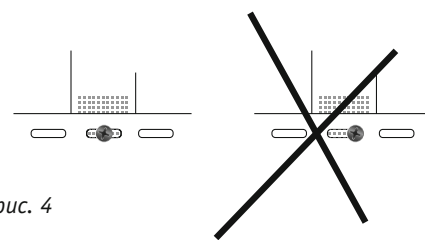

рис. 4
6. Для крепления панелей используйте шурупы, что позволит избежать появления ржавых подтеков на панелях. Шурупы должны входить в крепежную основу строго перпендикулярно, ни в коем случае под углом, и строго по центру отверстий, предусмотренных в планках и панелях, это обеспечит возможное вертикальное расширение (рис. 4).